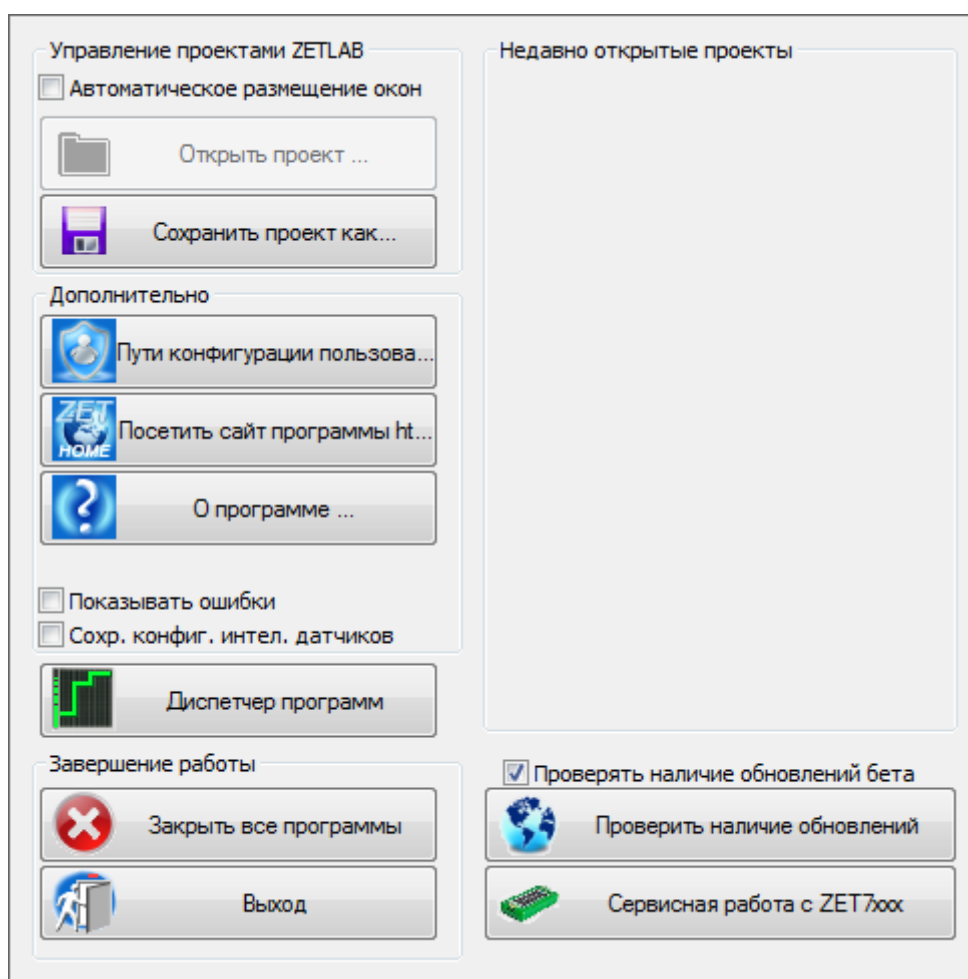

Рис. 3.5 Главное меню панели ZETLAB
10. Записанные сигналы сохраняются в директорию, указанную в программе «Пути конфигурации пользователя». Программа «Пути конфигурации пользователя» расположена в главном меню панели ZETLAB (Рис. 3.5).